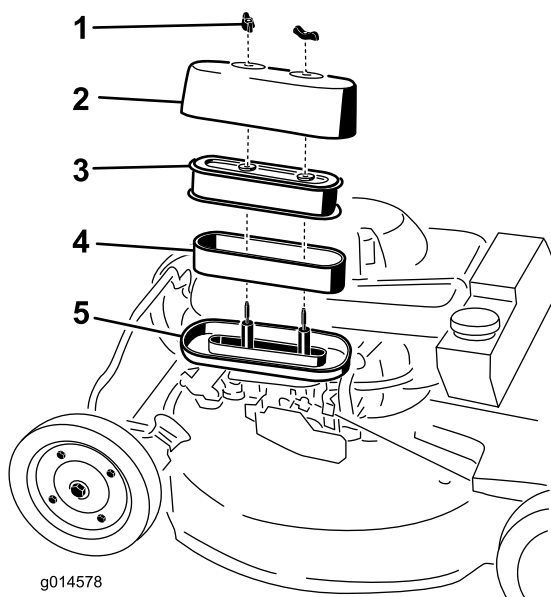

Figura 23
3. Retire las 2 tuercas que fijan la tapa (Figura 23).
5. Separe cuidadosamente de la base los elementos de gomaespuma y de papel (Figura 23).
6. Separe el elemento de gomaespuma del elemento de papel (Figura 23).